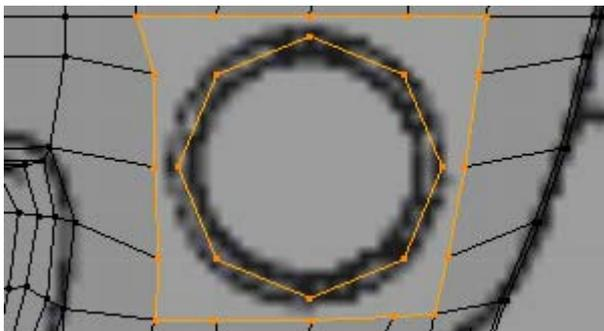

Figura 4.205
9. Elimine todos os vértices da malha do pára-choques frontal em torno e no interior do octógono, figura 4.205.